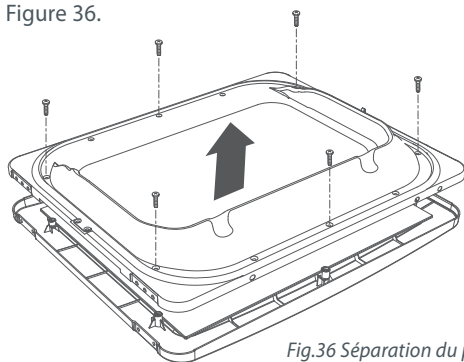

Fig.36 Séparation du panneau de porte de l'intérieur de la porte
- 6 Séparez le panneau de porte de l'intérieur de la porte en retirant les six vis, tel qu'illustré dans la Figure 36.